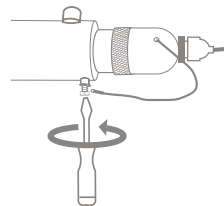

Рис. 16
14. Подключите провод заземления УФ-лампы, к штатному выходу на корпусе УФ-установки (рис. 16).